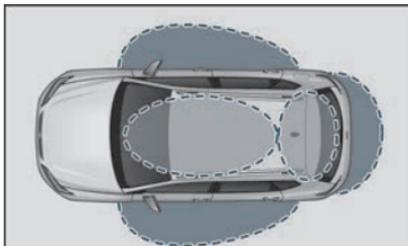
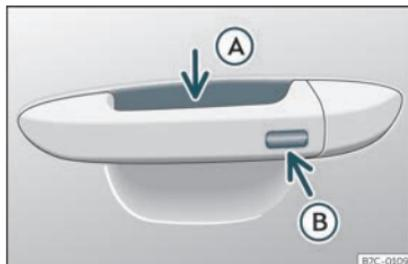

Fig. 76 Keyless Access : zones de proximité.
Fig. 77 Poignée de porte : surfaces sensibles.
Keyless Access est un système de fermeture et de démarrage sans clé qui permet de déverrouiller ou de verrouiller le véhicule sans utiliser activement sa clé. Pour ce faire, il suffit d'approcher l'une des clés du véhicule d'une zone de détection correspondant à la tentative d'accès au véhicule»» **fig. 76** puis de toucher l'une des surfaces sensibles des poignées de porte»» **fig. 77** ou d'actionner le *softtouch* ou la poignée du hayon arrière »» page 112 »» **i**.
Si une clé valide se trouve dans une zone de proximité»» **fig. 76**, le système de fermeture et de démarrage sans clé Keyless Access accordera à cette clé les droits d'accès dès que vous toucherez l'une des surfaces sensibles des poignées de porte avant ou que vous actionnerez le *softtouch* ou la poignée située dans le hayon arrière.
- Saisissez la poignée de l'une des portes avant. Lorsque vous touchez la surface sensible »» fig. 77 (A) (flèche) de la poignée de porte, le véhicule se déverrouille.
- Appuyez *une fois* sur la surface sensible de verrouillage »» fig. 77 (B) (flèche) de la poignée de porte de l'une des portes avant. La porte correspondante devra être fermée.
- Appuyez *une fois* sur la surface sensible »» fig. 77 (B) (flèche) de la poignée de porte de l'une des portes avant. Le véhicule se ver-
- Appuyez *deux fois* sur la surface sensible »» fig. 77 (B) (flèche) de la poignée de l'une des portes avant pour verrouiller le véhicule non équipé du système de sécurité « Safe » »» page 107.
Lorsque le véhicule est verrouillé, le hayon arrière se déverrouille lorsqu'il est ouvert si une clé valide du véhicule se trouve dans la zone de proximité »» fig. 76.
- Appuyez sur le bouton de verrouillage  de la radiocommande puis, dans les 5 secondes, touchez une fois la surface sensible de verrouillage de la poignée de la portière du conducteur >>> **fig. 77** . Ne saisissez pas la poignée de la portière sinon le véhicule ne se verrouillera pas. Il est également possible de procéder à la désactivation si le véhicule est verrouillé via la serrure de la porte du conducteur.
Pour **fermer à l'aide de la fonction confort** toutes les vitres électriques et le toit ouvrant, maintenez appuyé quelques secondes un doigt sur la surface sensible de verrouillage >>> **fig. 77**  (flèche) de la poignée de porte jusqu'à ce que les vitres et le toit se ferment.
Les surfaces sensibles des poignées de porte risquent d'être activées si elles reçoivent un jet d'eau ou de vapeur à haute pression si l'une de clés valides du véhicule se trouve dans la zone de proximité. Si au moins une glace à commande électrique est ouverte et que la surface sensible >>> **fig. 77**  (flèche) d'une des poignées est activée de manière permanente, toutes les glaces seront fermées.
- **OU** : touchez *deux fois* la surface sensible située sur la partie extérieure de la poignée de la portière»» **fig. 77** .